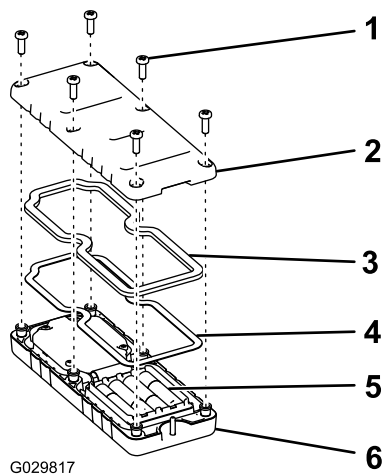

Рисунок 31
1. Отверните 6 винтов в задней части пульта дистанционного управления и демонтируйте крышку (Рисунок 31).
5. Установите крышку, закрепите ее с помощью 6 ранее снятых винтов (Рисунок 31) и затяните их с моментом 1,5-1,7 Н·м.